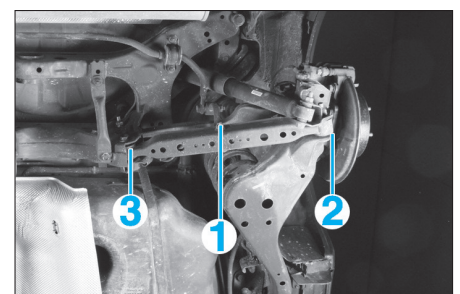

Fig. 20
- la fixation de bielle de barre stabilisatrice sur le bras inférieur (1) (Fig.20),
- la fixation du bras inférieur sur le bras longitudinal (2),
- la fixation du bras inférieur sur le berceau arrière (3),